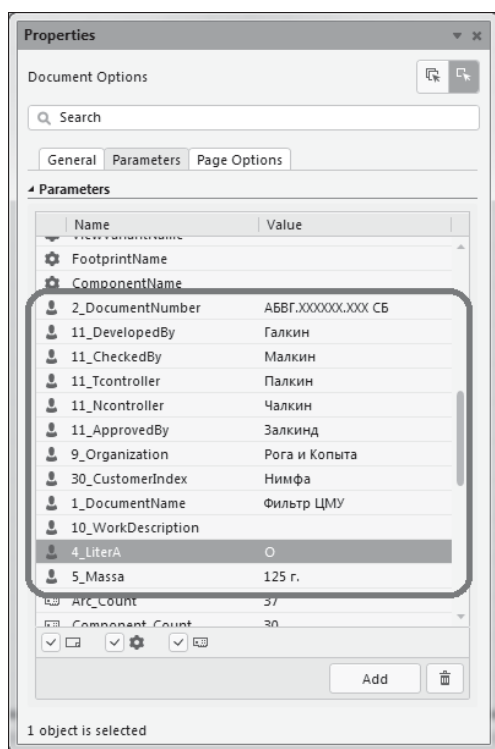

Рис. 12.4. Реквизиты документа
4. На вкладке **Parameters** (рис. 12.4) ввести реквизиты документа: